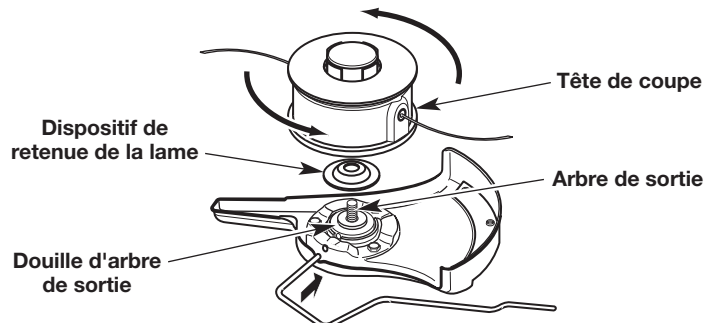

Fig. 13
4. Tout en maintenant la tige de verrouillage en place, placez le dispositif de retenue de la lame sur l'arbre de sortie avec la surface plate reposant contre la bague de l'arbre de sortie (Fig. 13).
5. Vissez la tête de coupe dans le sens antihoraire sur l'arbre de sortie (Fig. 13). Serrez bien la tête de coupe.